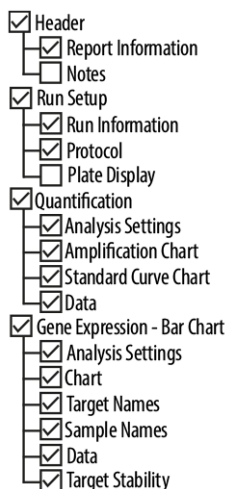

Figura 13: Finestra di dialogo Report (Report)
- Assicurarsi che almeno i contenuti che seguono siano selezionati per la generazione del report nella parte superiore sinistra della finestra di dialogo Report (Report) (vedere figura 13):